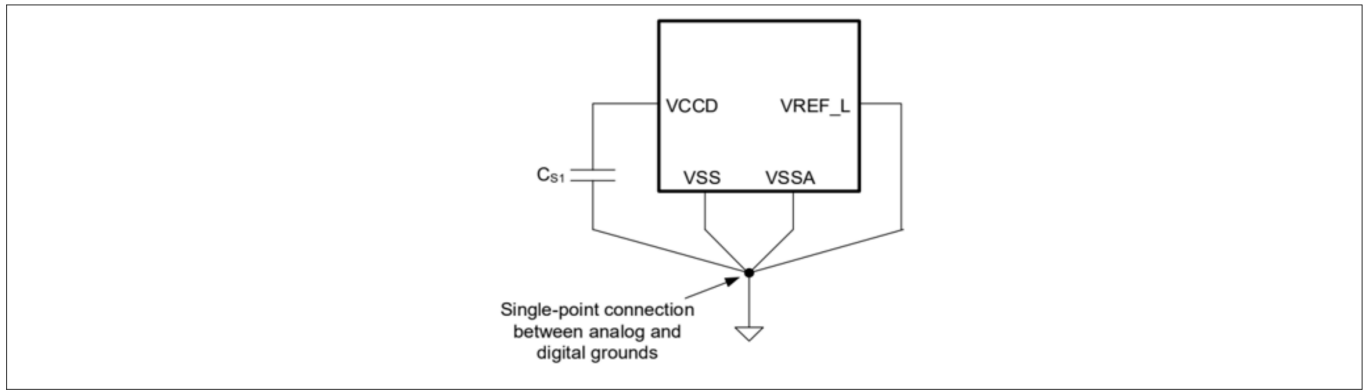

图 11 平滑电容器
- 5) 每个芯片都需要一个平滑电容 CS1（而不是每个 VCCD 引脚）。VCCD 引脚必须连接在一起，以确保低阻抗连接（参见图 11 中的要求）。